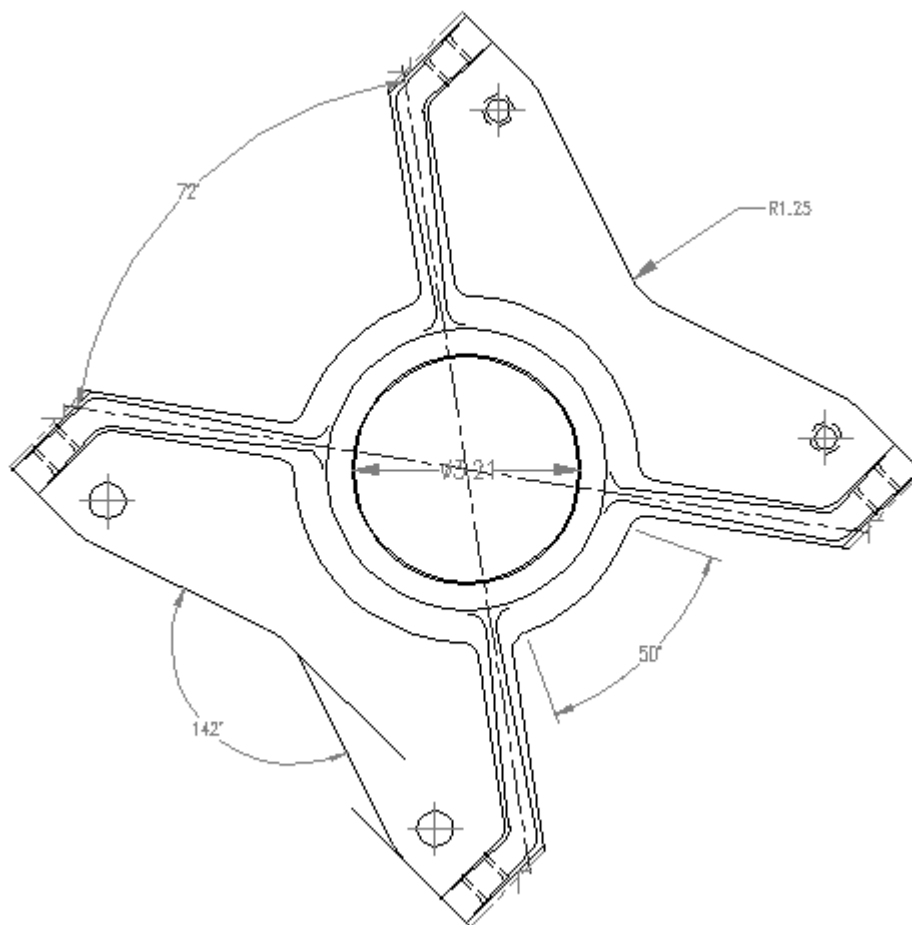

Рис. 9.4. Радиальные и угловые размеры (корпус подшипника)
9. Сохраните чертеж. Он должен выглядеть как на рис. 9.4.